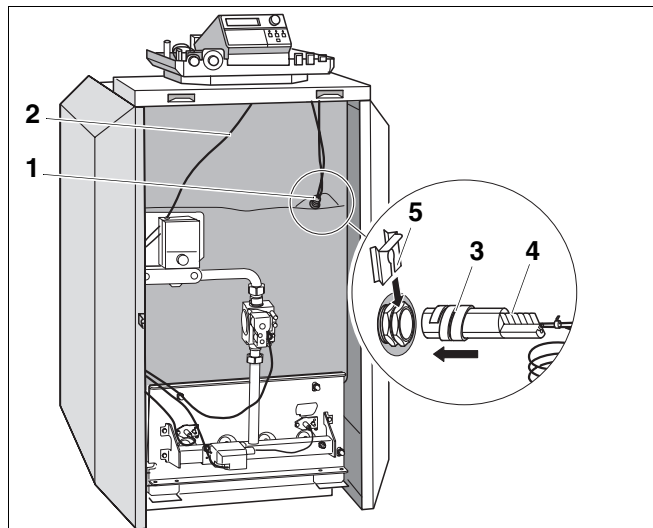

Fig. 16 Partea frontală a cazanului
- Tuburile capilare ale senzorului de temperatură și, la sistemul de reglare Logamatic conducta senzorului de temperatură a apei cazanului sub capacul din față al cazanului trebuie introduse în față (Fig. 16, **Poz. 1**) la locul de măsurare. Derulați cu această ocazie numai lungimea necesară.
- Introduceți conducta de ardere (Fig. 16, **Poz. 2**), de sub capacul din față al cazanului în spate la partea de conectare.
- Introduceți senzorul de temperatură până la intrarea în suprafața de scufundare (Fig. 16).
- Spirala din material plastic (Fig. 16, **Poz. 3**) se deplasează automat înapoi. Pana de echilibrare (Fig. 16, **Poz. 4**) trebuie întordusă în teaca de imersie.
- Siguranța senzorului (Fig. 16, **Poz. 5**; Modalități de livrare a aparatului de reglare) apăsați din lateral sau de sus pe buton (Fig. 16, vezi săgeată).